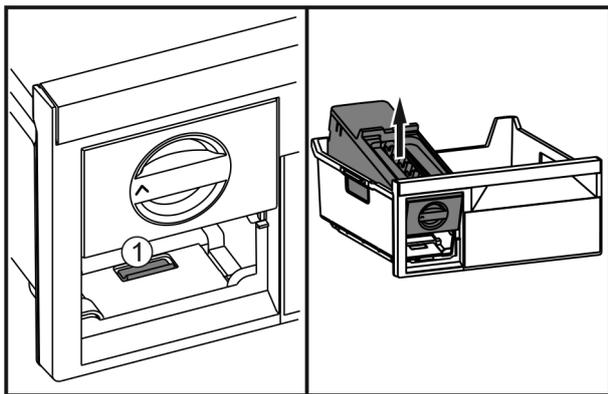

Fig. 42
- ▶ Натиснете езичето Fig. 42 (1), повдигнете EasyTwist-Ice отзад и извадете от чекмеджето на фризера.